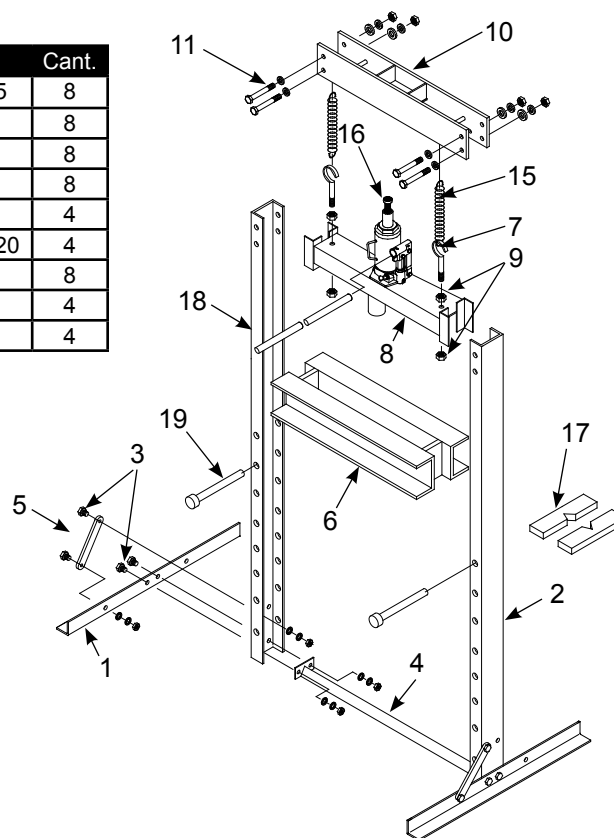

Figura 3: Ilustración de ensamblaje para el modelo 60120
Modelo 60120: (Consulte la Figura 3).
1. Instale las patas de la base (1) y el travesaño inferior (4) en los canales rectos (2) con pernos, arandelas planas, arandelas de seguridad y tuercas (3). Apriete a mano únicamente.
2. Instale los enlaces de soporte (5) en la base (1) y los canales rectos (2) con pernos, arandelas planas, arandelas de seguridad y tuercas (3).
3. Deslice cuidadosamente la bancada (6) hacia abajo hasta la posición más baja posible entre los canales rectos (2).
4. Instale los tornillos gancho (7) en el soporte del gato (8) con tuercas (9) como se muestra en la Figura 3. Deje la tuerca floja para que sea fácil conectar el resorte.
5. Deslice el soporte del gato (8) hacia abajo entre los canales rectos (2) sobre la bancada (6).
6. Instale el travesaño superior (10) en los canales rectos (2) con pernos, arandelas planas, arandelas de seguridad y tuercas (11).
7. Conecte un extremo de los resortes (15) en los ejes del travesaño superior (10) y el otro extremo en los tornillos gancho (7) en el soporte del gato.
8. Coloque cuidadosamente el gato de botella (16) entre la placa superior del travesaño superior (10) y el soporte del gato (8). Apriete las tuercas (9) que sujetan los tornillos gancho (7) para evitar que el gato se caiga accidentalmente.
10. Levante cuidadosamente la bancada (6) y fíjela con pasadores (9).
11. Coloque las placas de husillo (17) en la bancada (6).
12. La prensa está lista para usarse. No se olvide de introducir la manija (18) en el manguito de la manija del gato de botella.